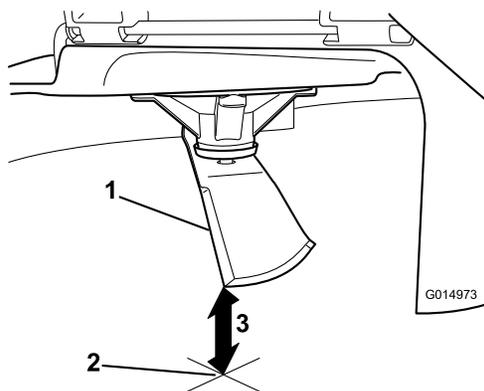

**Figura 56**
4. Gire la misma cuchilla 180 grados de manera que el otro extremo esté en la misma posición (Figura 56).